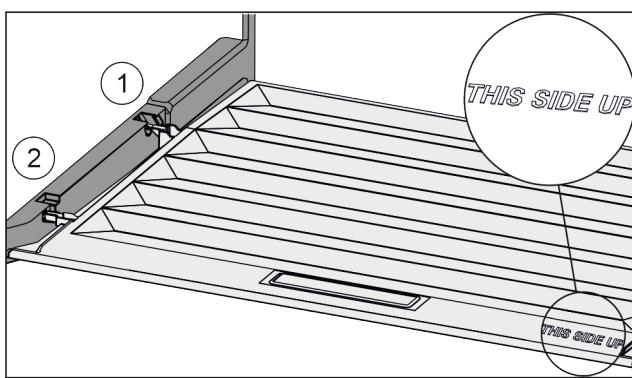

Fig. 118
- Вставить поперечные ребра крышки через отверстие заднего держателя Fig. 118 (1) и защелкнуть спереди в держателе Fig. 118 (2).